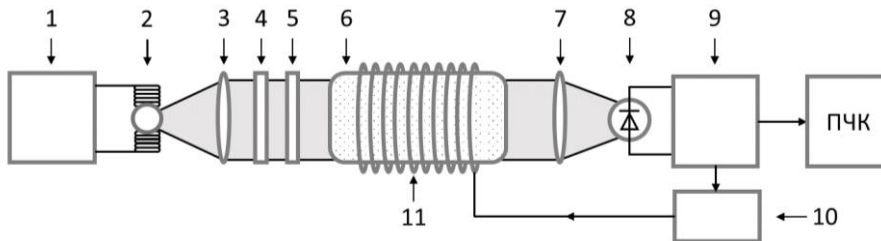

Рисунок 2 Функциональная схема магнитоизмерительного преобразователя SmartQuantumMag
В датчике в качестве магниточувствительного элемента применен квантовый самогенерирующий преобразователь, действующий на принципе оптической накачки паров атомов цезия-133. Его функциональная схема (Рисунок 2), включает в себя блок возбуждения света (1), спектральную лампу (2), собирающую линзу (3), оптический фильтр (4), круговой поляризатор (5), ячейку с парами атомов цезия-133 (6), собирающую линзу (7), фотодиод (8), усилитель сигнала (9), фазовращательную цепь (10) и РЧ катушку (11).